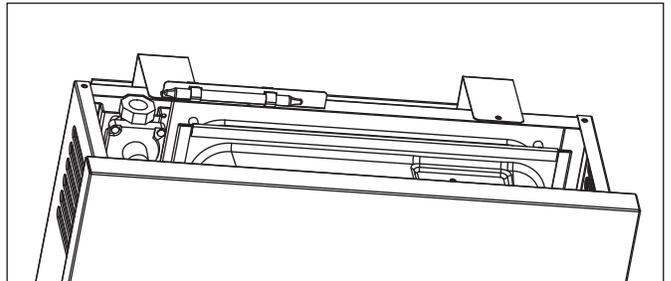

Figure 32
4. Le système d'alimentation en gaz doit inclure une vanne d'arrêt manuelle et un raccordement dans la conduite, afin que le chauffe-eau puisse être débranché pour l'entretien (voir Figure 32).
10. Pliez les trois languettes situées sur le pare- pluie alignez-le avec les trous de montage situés dans la plaque de montage extérieure (F). Fixez le pare- pluie (J) à la plaque de montage extérieure (F).